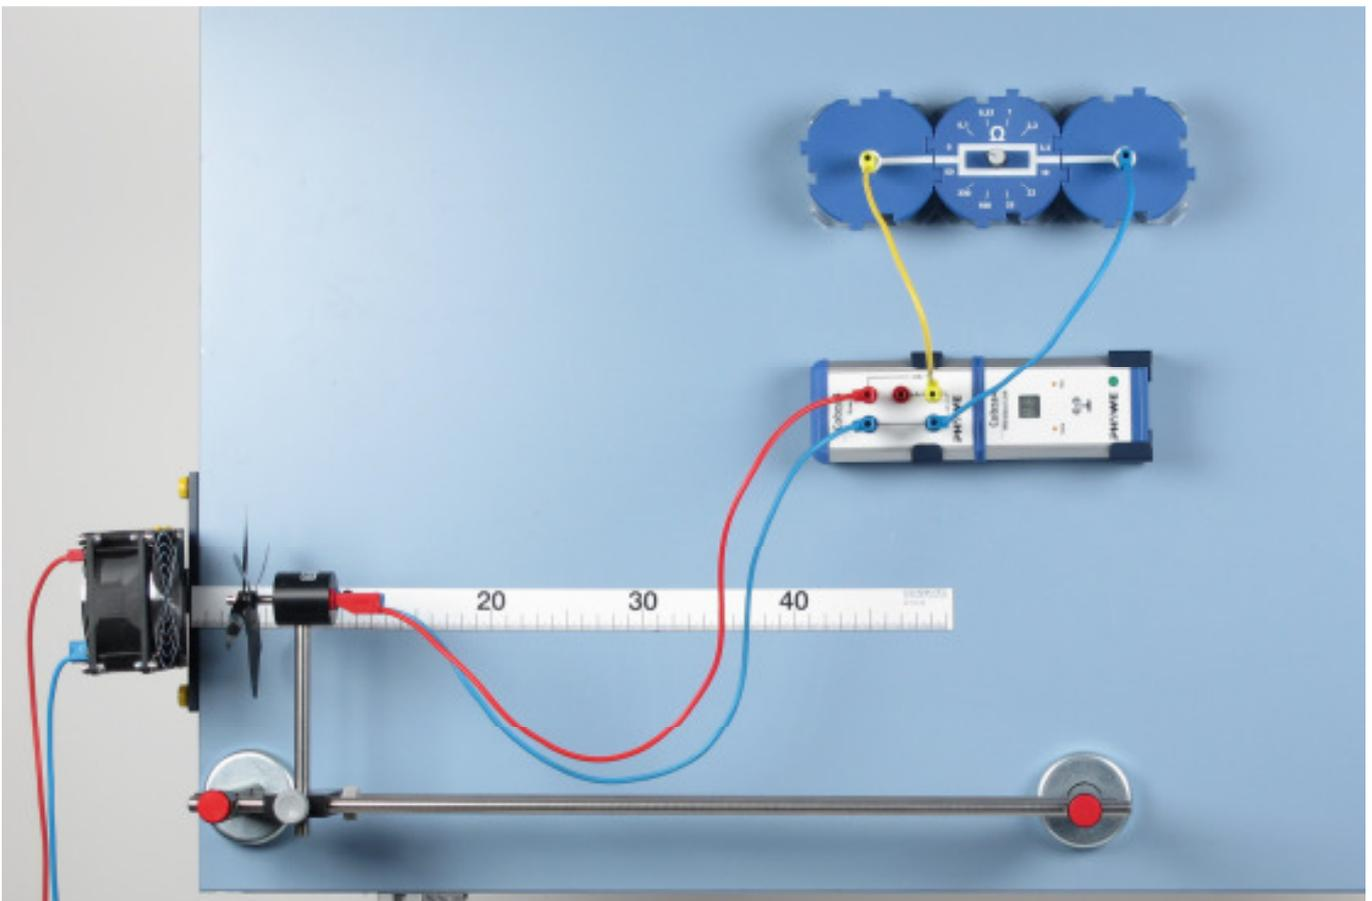

Abb. 1: Aufbau
- Auf der rechten Tafelhälfte nach Abb. 1 den Stromkreis mit der Widerstandsdekade aufbauen und an den Ausgang der Cobra4 Sensor-Unit Energy anschließen.
- Die Stativbank an die Tafel setzen (Abb. 1) und waagrecht ausrichten.
- Den Generator über die Cobra4 Sensor-Unit Energy mit der Widerstandsdekade verbinden (Abb. 1).